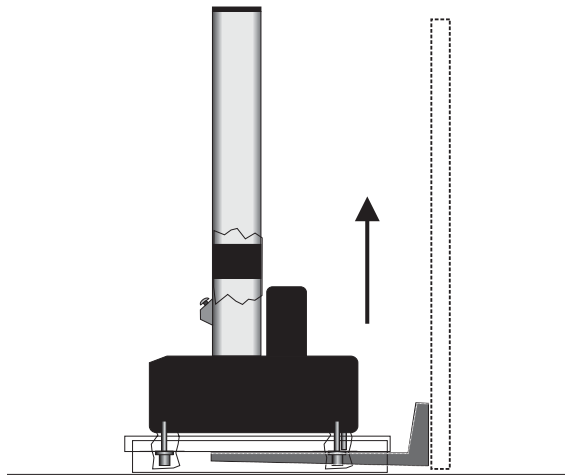

Figura 11. Sollevamento del telaio utilizzando lo skid di spedizione
2. Inserire con cautela le forche sotto lo skid di spedizione, come mostrato in Figura 11 a pagina 61.